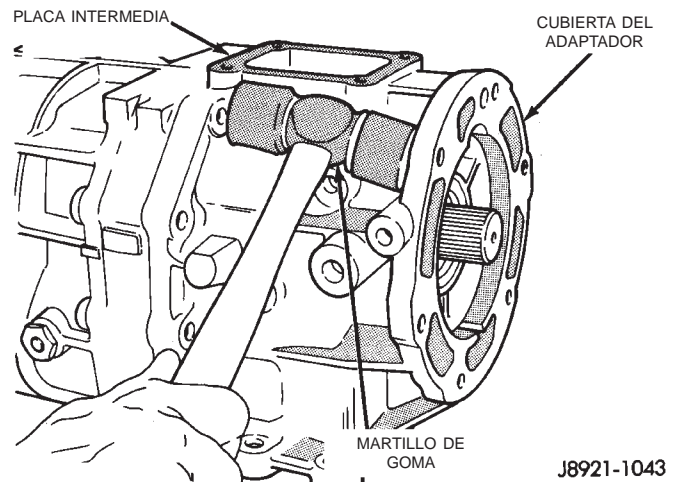

Fig. 26 Aflojamiento de la cubierta del adaptador/retenedor de cojinete trasero
- (16) Afloje la cubierta del adaptador/retenedor de cojinete trasero con un martillo de plástico (Fig. 26).